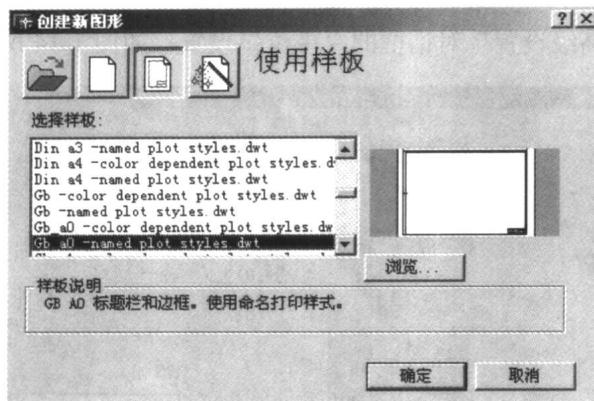

图 1-12 “使用样板”选项卡
- 2) 单击“创建新图形”对话框中的使用样板按钮，将打开“使用样板”选项卡，如图 1-12 所示。